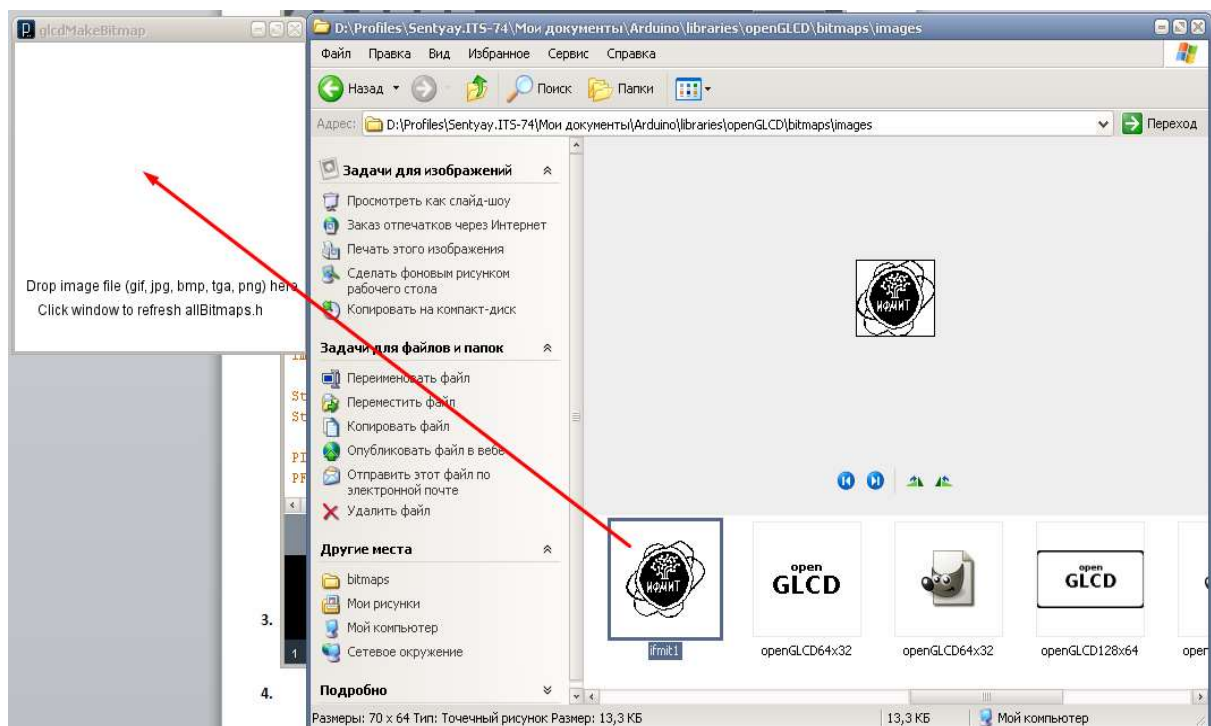

Рис. 6.3. Перемещение рисунка в окно программы glcdMakeBitmap
3. Далее требуется перетащить в окно программы подготовленный рисунок (рис. 6.3).